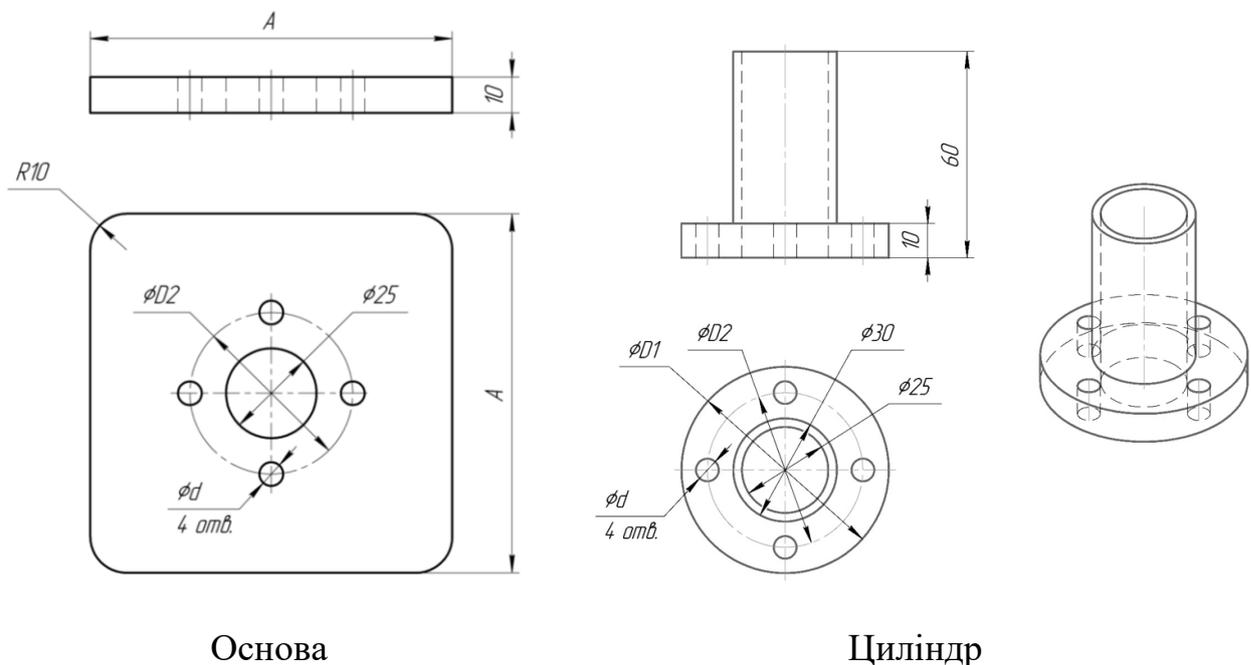

Рисунок 5.1 – Деталі для побудови збірки
1. побудувати окремі деталі: основу та циліндр (рис. 5.1) за індивідуальним варіантом (таблиця 5);